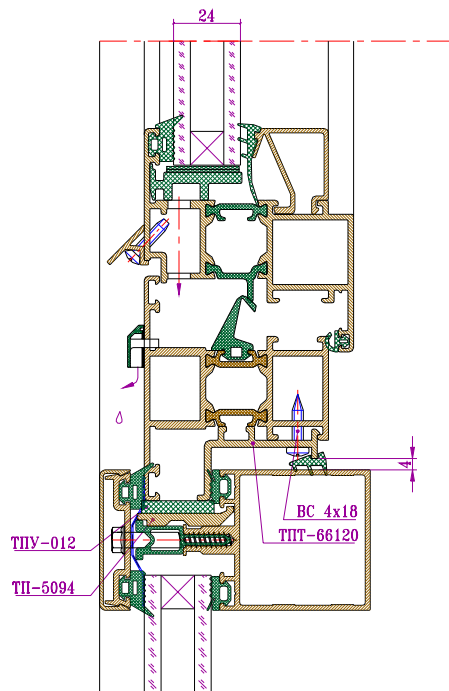

Рис. 6-20 Установки створки с терморазъемом в витраж
- Установить створку в проем витража (рис.6-20);